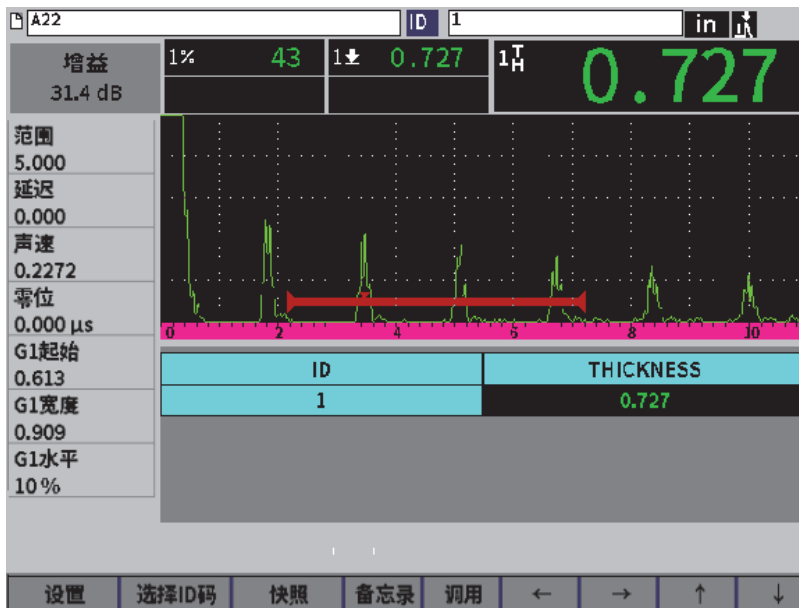

图 9-27 保存文件中的栅格控制按钮
5. 按制表键, 移动到**选择 ID 码**按钮, 以加亮显示并选择一个特定的 ID 码, 进行查看 (参见第 148 页的图 9-27)。